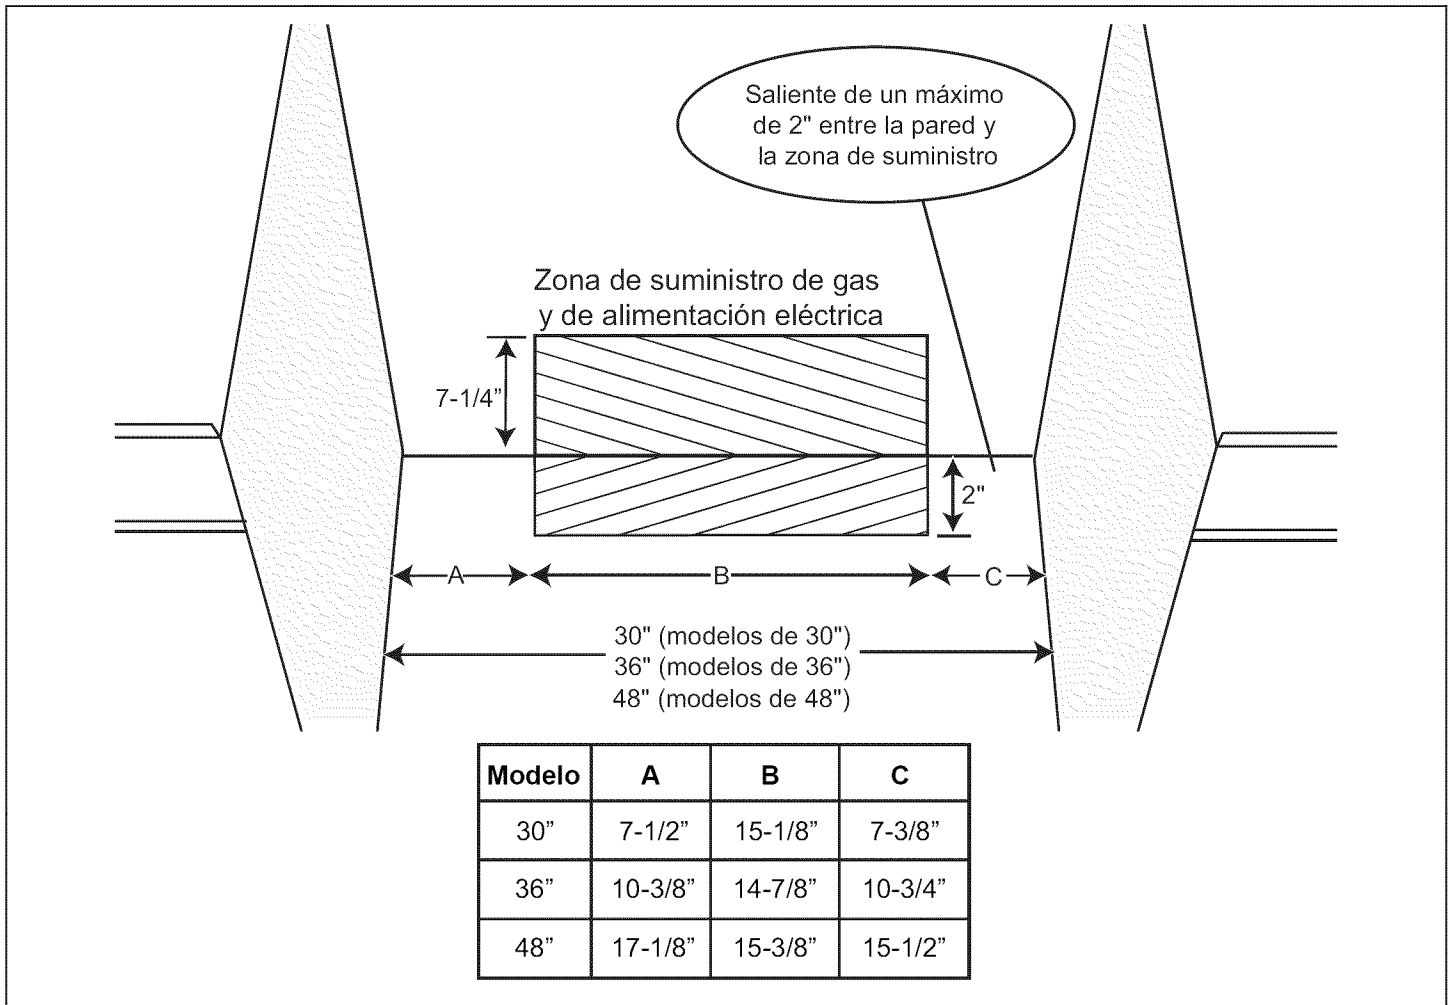

Figura 3a: Suministro de gas y alimentación eléctrica de las estufas de doble combustible
3. El suministro de gas y la alimentación eléctrica deben estar dentro de la zona indicada en la Figura 3a.